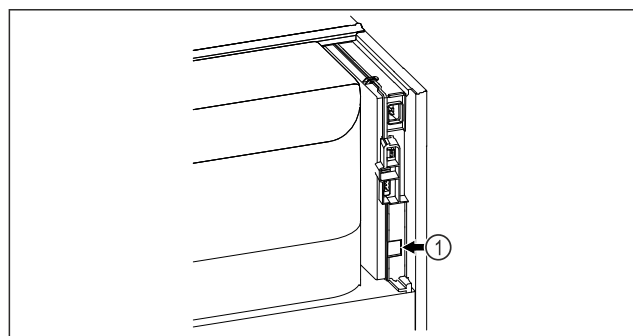

Fig. 61
- Se utiliza SmartModule Fig. 61 (1).